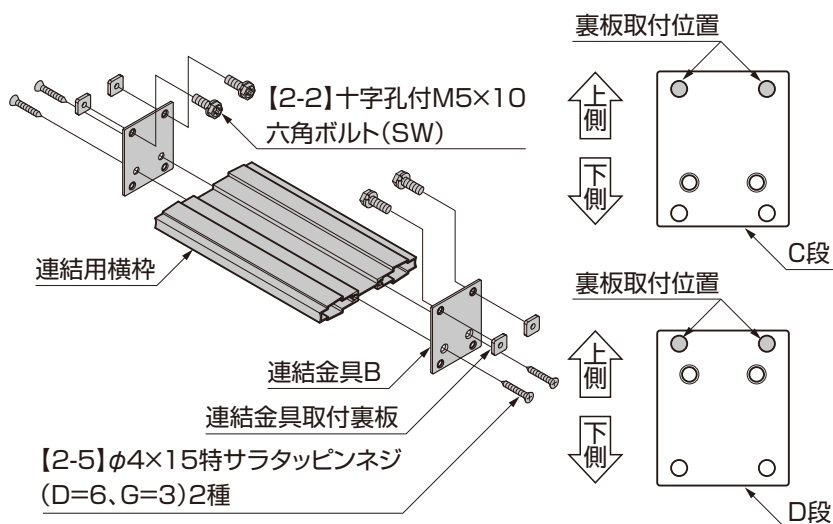

図4-4 C段・D段裏板取付詳細 ※図はC段の場合です。
- ①図に従い、取付けてください。C段とD段は連結用横枘と連結金具Bの向きを確認し【2-5】で固定してください。(図4-4参照)
- ②連結金具取付裏板を連結金具Bに【2-2】で仮止めしたあと、連結金具取付裏板をサイド支柱の溝に合わせスライドし、連結金具Bとサイド支柱を【2-2】で固定してください。